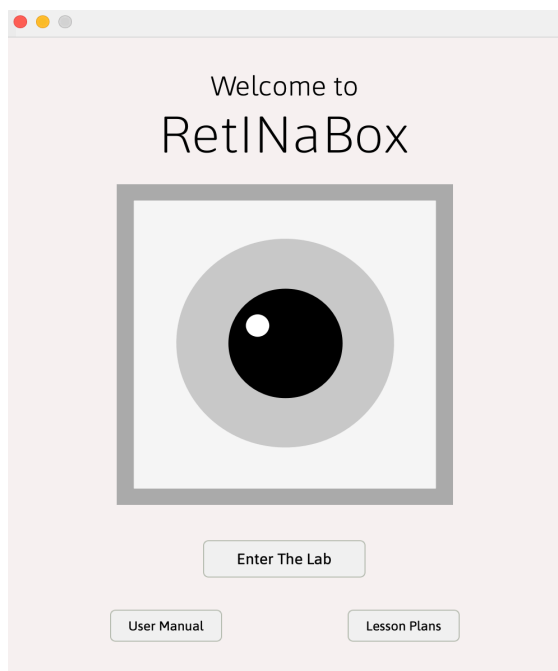

图 36: RetINaBox 的开屏界面
- b. 这将打开欢迎界面（参图 36）。选择“Enter the Lab”即可开始使用 RetINaBox。您也可以从该界面进入您手册和课程计划（lesson plans）。